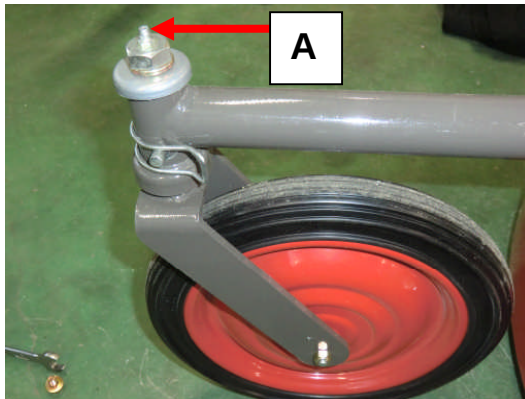

Figure 22
- Graissez le pivot de la roue avant (figure 22 repère A) avec de la graisse au bisulfure de molybdène -NLGI N°2. Nettoyez puis donnez un ou deux coups de pompe à graisse. Ne laissez pas la graisse en excès autour des pièces particulièrement en zone sableuse.